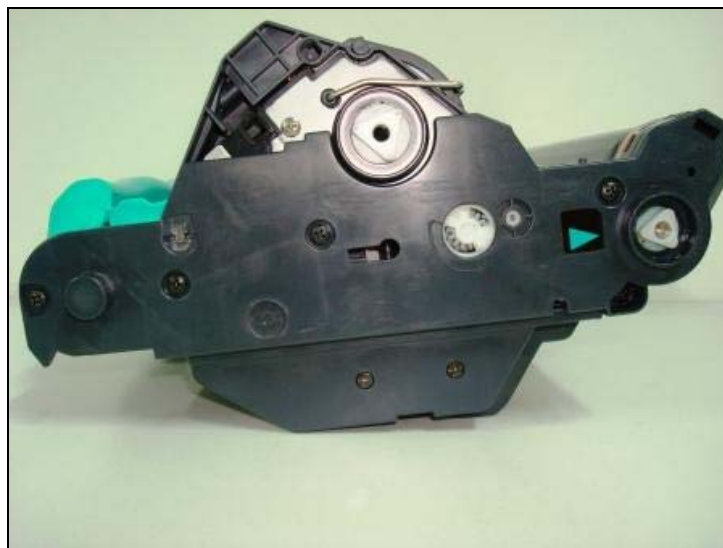

Ilustración 64
49. Instalar el pequeño engranaje impulsor en el tren de engranajes como se muestra. Este engranaje es también indicador y debe posicionarse en un solo sentido y coincidirá luego con el arco mayor grabado en la tapa. Ver ilustraciones 60, 61 ,luego confirmar con ilustración 64
52. Montar la cubierta lateral del lado contactos y verificar que exista la coincidencia del engranaje de la ilustración 61 con el arco marcado en la cubierta. La coincidencia de los arcos marca la puesta a punto necesaria para el adecuado funcionamiento de la unidad. Una vez efectuado el ajuste, instalar los cinco tornillos de la cubierta. Ver ilustración 64.